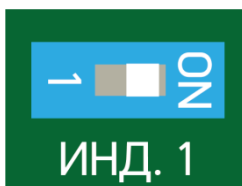

Рисунок 7.23
– снять крышку БОС. Включить сигнальный светодиод (поз.11, рисунок 7.1) установкой флажка выключателя (поз.3, рисунок 7.1) в правое положение (положение «ON) (рисунок 7.23);